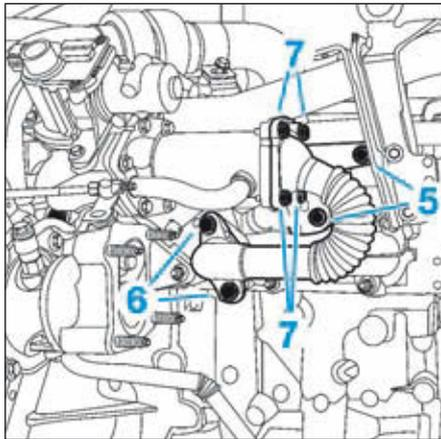

FIG.67
- les vis (5), (6) et (7) du tuyau de recirculation des gaz d'échappement (Fig.67),